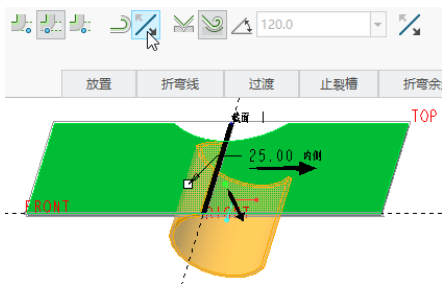

图 1-198 更改固定侧的位置
(7) 在“折弯”选项卡中单击  旁的  (更改固定侧的位置) 按钮，直到动态预览的方向箭头显示如图 1-198 所示。